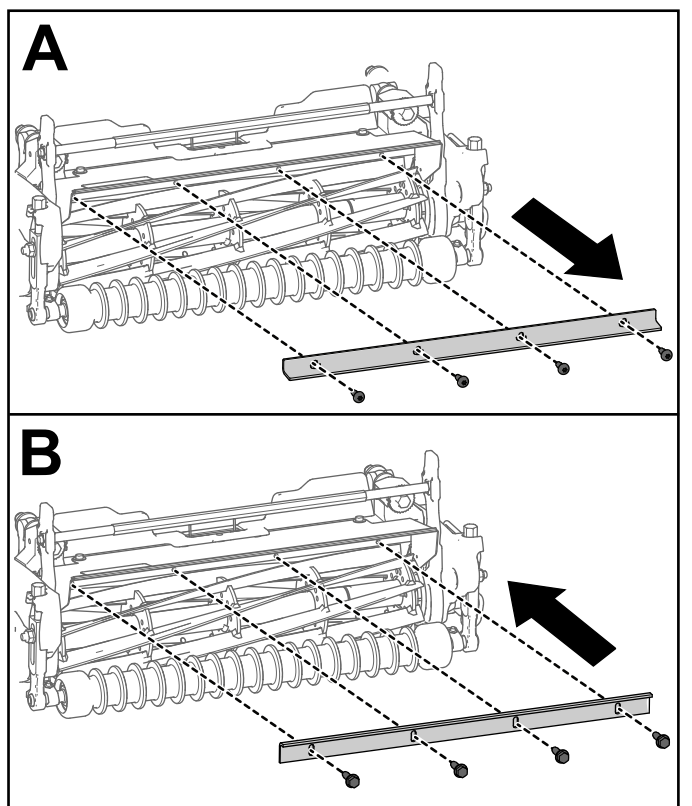

Рисунок 5
- Если режущие блоки моделей 04657 и 04658 используются на любом другом тяговом блоке Greensmaster 3300 или 3400, снимите планку-отражатель для травы и замените ее режущей планкой (№ по каталогу 115-3303-03) и 4 болтами (№ по каталогу 131-6150), как показано на Рисунок 5.